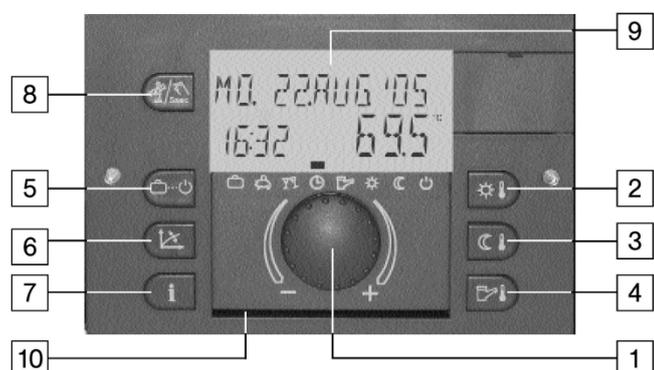

Fig. 66 : Unité de commande
Légende de la Fig. 66 :
La mesure des émissions est active durant 20 min. Elle peut être stoppée en appuyant à nouveau sur la touche ⑧ (voir Fig. 66).
- ➔ Appuyez la touche ⑧ pour le contrôle des valeurs d'émission des gaz.